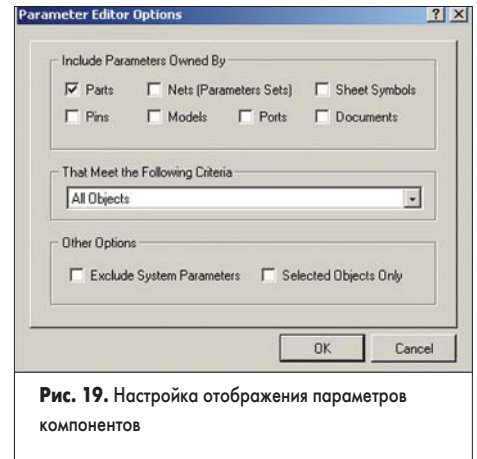

Рис. 19. Настройка отображения параметров компонентов
2. Откроется диалоговое окно Parameter Editor Options Project (рис. 19), в котором включим «галочку» у типа объектов Parts (компоненты) и нажмем кнопку ОК.